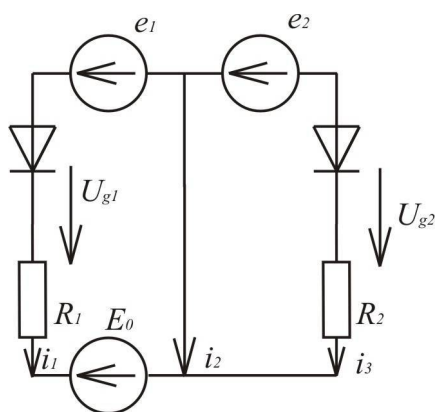
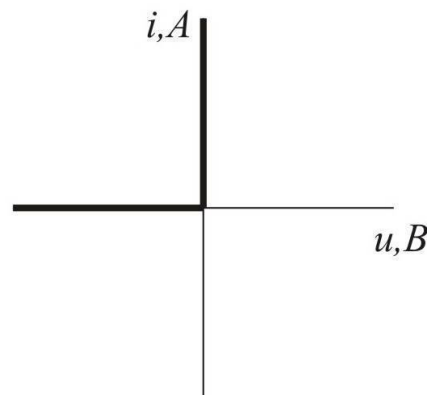

Рис. 3.1
Рис. 3.2
3. Схема рис. 3.1 имеет активные сопротивления R_1 , R_2 , два идеальных диода, вольт-амперные характеристики которых и изображены на рис. 3.2, два источника синусоидальной ЭДС: $e_1(t)=E_m \sin \omega t$ и $e_2(t)=nE_m \sin \omega t$ (где n – численный коэффициент) и источник постоянной ЭДС E_0 . Значения E_m , E_0 , R_1 , R_2 и n величины тока и напряжения, которые необходимо определить, даны в таблице: